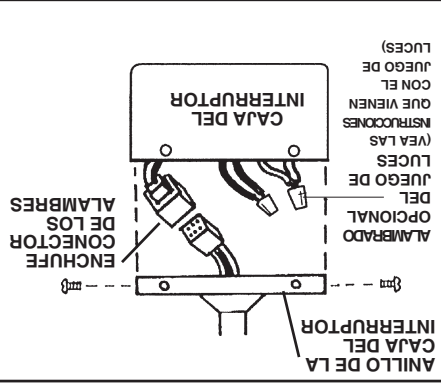

FIG. 17
Paso 1. Saque los tornillos del anillo de la caja del interruptor. Mientras sostiene la caja del interruptor debajo de su ventilador, una los enchufes conectores de los alambres. (Fig. 17) Después empuje la caja del interruptor hacia arriba, hacia el anillo de la caja del interruptor, de tal forma que los agujeros queden alineados. Vuelva a poner los tornillos y apriéte los.